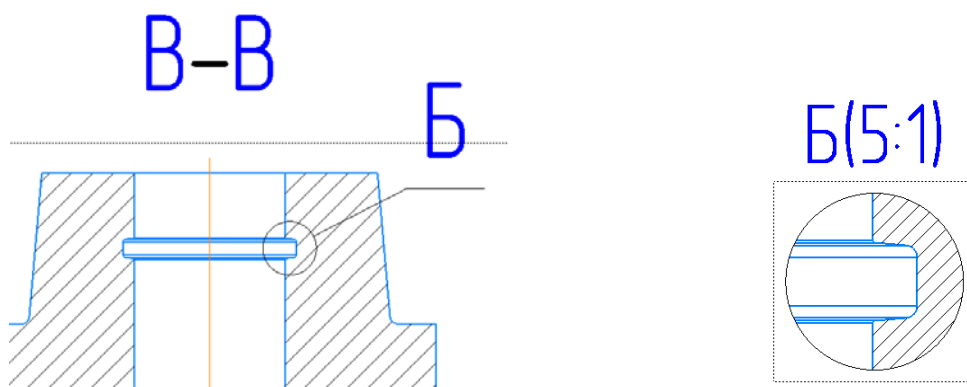

Рис. 9
9. Постройте **выносной элемент**: сделайте **Разрез Б-Б** текущим. В группе команд **Обозначения** нажмите на кнопку **Выносной элемент**. Начертите окружность и сделайте выноску по рис. 9. Установите **Масштаб 5:1**, В поле **Надпись вида** нажмите кнопку **Масштаб**. Установите изображение на свободное поле чертежа. Нажмите (рис. 9).